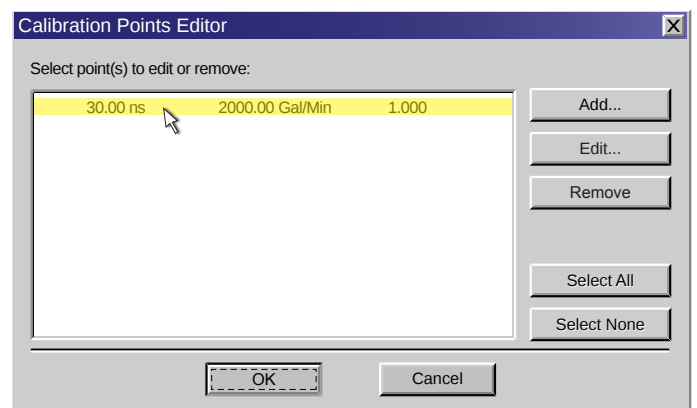

ABBILDUNG 2.9 – KALIBRIERUNGSPUNKTEEDITOR
- 5) Falls der Kalibrierungspunkt im Calibration Points Editor (Kalibrierungspunkteditor) angezeigt wird, notieren Sie sich die Angaben, markieren Sie sie und klicken Sie auf **Remove** (Entfernen). Siehe **Abbildung 2.9**.